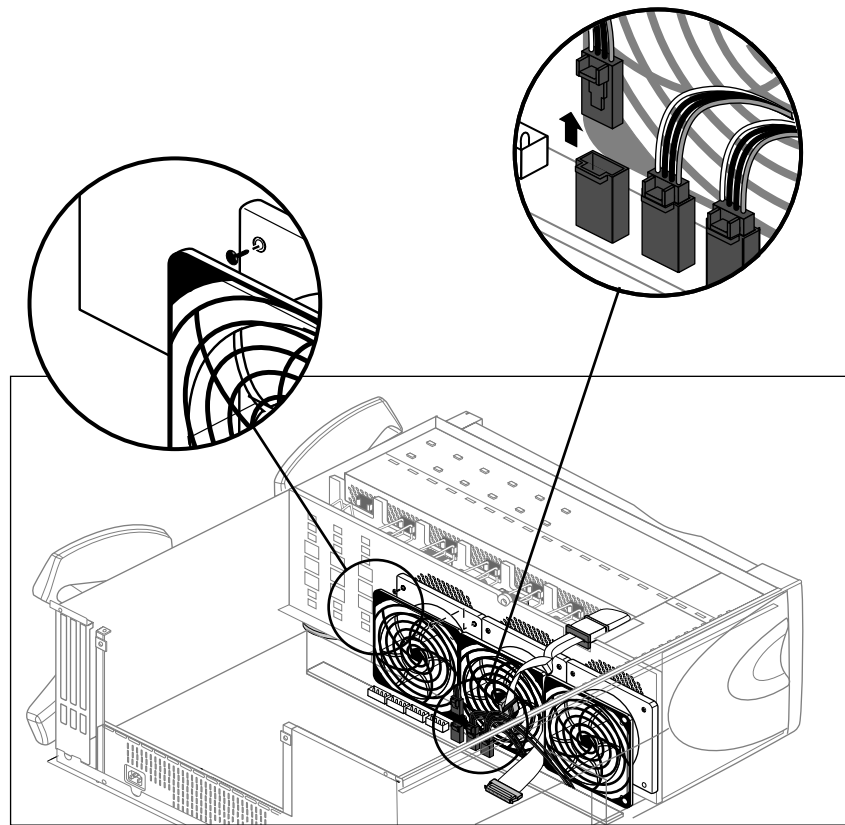

Figure 9-3 Déconnexion du ventilateur et du câble d'alimentation (autres composants retirés pour une plus grande clarté)
1. Débranchez le connecteur d'alimentation entre le ventilateur et la source d'alimentation, comme indiqué à la Figure 9-3.
2. Retirez les deux rivets en plastique qui fixent le ventilateur à la paroi métallique, comme illustré à la Figure 9-3. Poussez-les du bout des doigts par derrière.